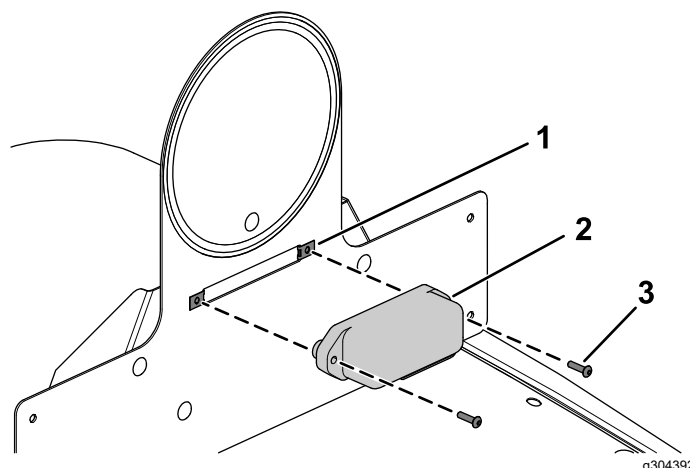

Figure 39
11. Connectez le faisceau à l'éclairage de la plaque d'immatriculation (Figure 39).
12. Fixez l'éclairage de la plaque au support du panneau de vitesse assemblé à l'aide des 2 écrous rapides installés à la Figure 26 et de 2 boulons à tête ronde (n° 10 x $\frac{3}{4}$ "), comme montré à la Figure 39.